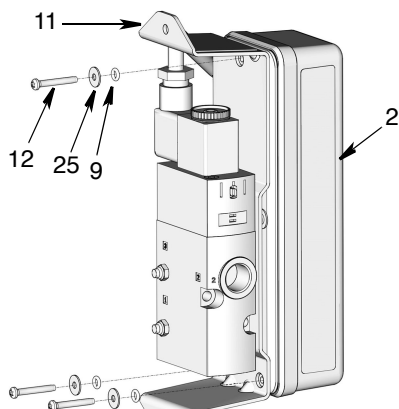

图 33
3. 取下将 PAC 支架 (11) 固定到外壳 (2) 的三个螺丝 (12)、垫圈 (25) 和 O 形圈 (9) (图 33)。